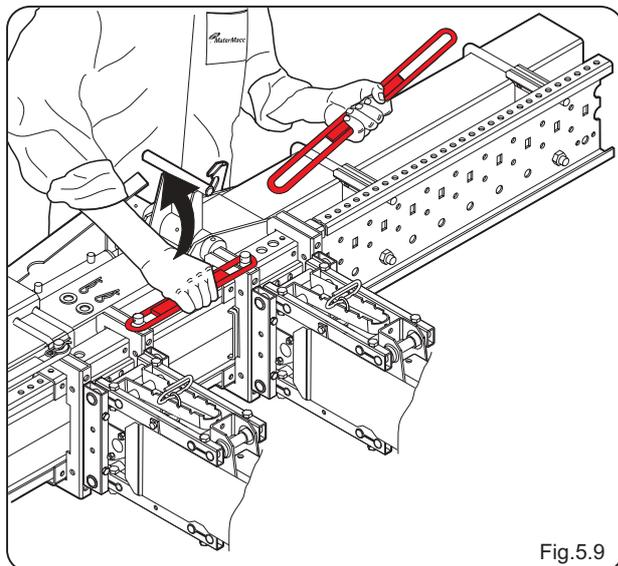

Fig.5.9
- Enlever les butées entretoises montées (Fig.5.9)